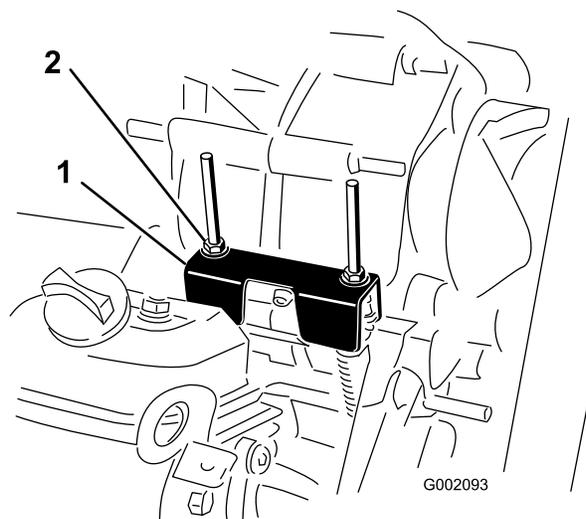

Figura 52
Sempre que for necessário efetuar operações de manutenção programada e/ou diagnósticos do motor, deverá colocar na posição de PONTO MORTO (Figura 52). A alavanca de mudanças da máquina possui uma posição de PONTO MORTO que controla a posição neutra do conjunto eixo-transmissão. Deverá executar as seguintes operações para se certificar de que a alavanca de mudanças controla a posição neutra do conjunto de forma correta:
2. Certifique-se de que o suporte neutro está na posição de PONTO MORTO (ao nível do suporte do cabo ao capot situado por baixo do suporte das mudanças), rodando a embraiagem (Figura 52).
3. Rode uma das porcas de bloqueio (Figura 52) para conseguir 0,76 a 1,52 mm de folga entre a parte inferior da porca/anilha e o suporte neutro.